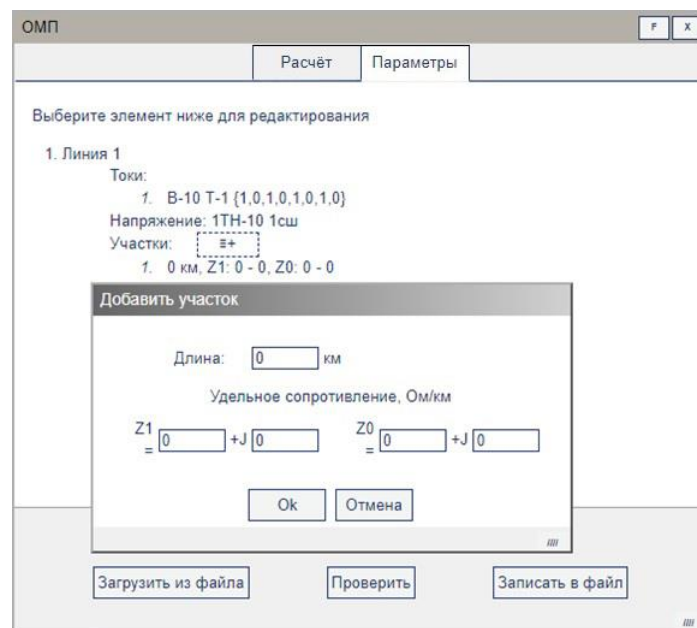

Рисунок 33 – Добавление участка
3.5.18.8 При добавлении участка появляется дополнительное окно «Добавить участок», в котором необходимо указать длину участка и удельное сопротивление Z_1 , Z_0 (рис. 33).